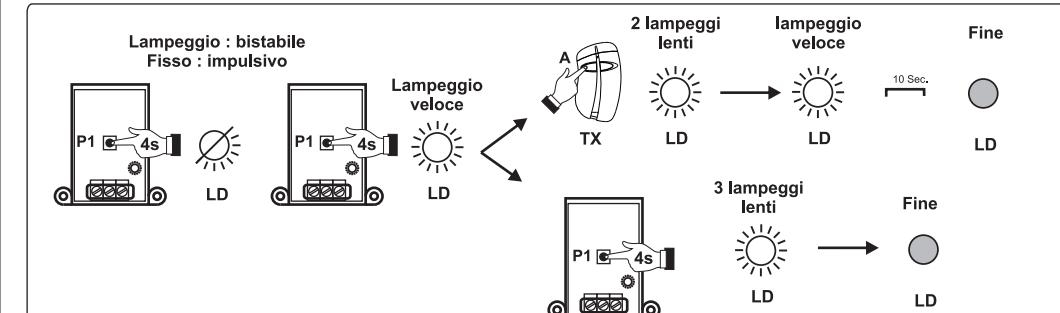

Fig. 5
- Premere e mantenere premuto il pulsante P1 per circa 4 sec. fino a che il led LD si accende ( fisso o lampeggiante ) a seconda del modo di funzionamento corrente ( Fig. 5);